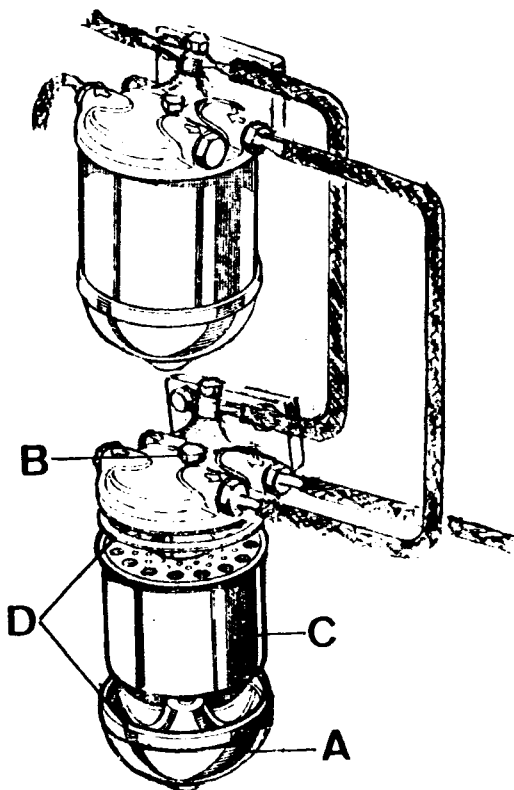

Fig. A3-14 Cambio de los cartuchos filtran-
- 1.3. Sujetar con la mano la cuba del filtro, A (Fig. A3-14), desenroscar el tornillo de fijación, B, con lo que quedará suelto el cartucho, C, y la cuba.
- 1.4. Desechar el cartucho usado, C, (Fig. A3-14), y las juntas de caucho, D.
1.6. Colocar en sus alojamientos nuevas juntas de caucho, D (Fig. A3-14).
- 1.7. Instalar el nuevo cartucho, C (Fig. A3-14), haciéndolo encajar en la espiga de la parte superior, con los orificios perforados hacia arriba.
- 1.8. Colocar la cuba, A (Fig. A3-14) y fijar el conjunto con el tornillo, B.